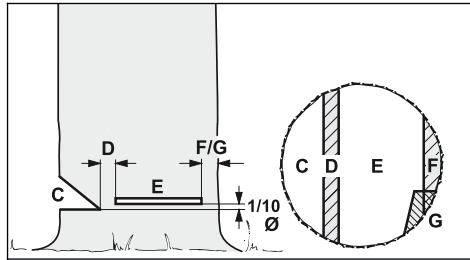

Рис. 18
– ширина недопила: около $1/10$ диаметра ствола (рис. 18);
С помощью основного пропила (рис. 18, поз. Е) дерево заваливается.
– $1/10$ (мин. 3 см) диаметра ствола над основанием подпила (рис. 18, поз. С).
Удерживающий ремень (рис. 18, поз. F) или защитный ремень (рис. 18, поз. G) подпирает дерево и предохраняет его от преждевременного падения.
Выбрать подходящие клинья для валки деревьев в зависимости от диаметра ствола и от ширины разреза (основного пропила (рис. 18, поз. E)).